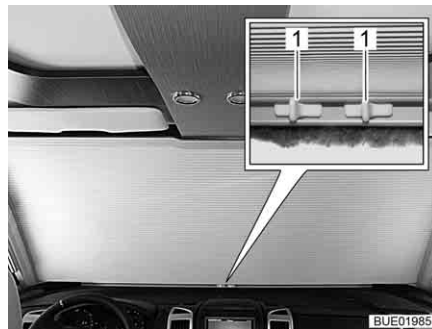

Fig. 19 Oscurecedor manual de la luna delantera
- Comprimir los tiradores (Fig. 19,1).